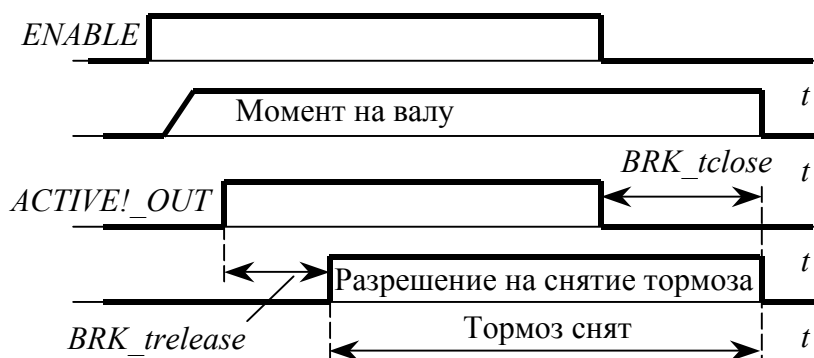
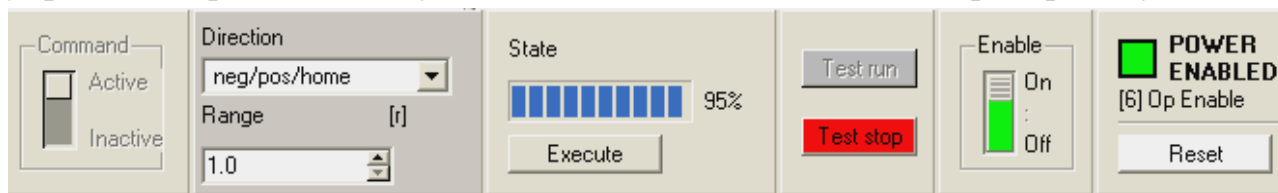

Рис. 4.3 Управление тормозом
Рис. 4.4 Панель управления *PowerSuite* в режиме автонастройки
На цифровом выходе *ACTIVE1\_OUT* появляется логическая единица, как только включается выходной каскад, и двигатель начинает формировать крутящий момент (рис. 4.3). По истечении настраиваемого времени задержки *BRK\_trelease* [*drC-btrE*] дается команда разрешения на снятие тормоза. После получения команды запрета на работу сервопреобразователя (*ENABLE* = 0) об-
можно активизировать как с помощью встроенного ЧМИ (все необходимые параметры расположены в меню *tun-*), так и из программы *PowerSuite* (на панели управления, рис. 4.4, доступной после подключения ПК к сервоприводу).
1) Направление вращения при автонастройке *AT\_dir* [*tun-dir*] (список *Direction* на рис. 4.4):
2) Путь перемещения при автонастройке *AT\_dismax* [*tun-diSt*] (поле *Range* на рис. 4.4).
В среде *PowerSuite* автонастройка запускается с панели управления (рис. 4.3), появляющейся после корректного установления связи программы с сервоприводом и выбора режима *Auto tuning* в меню *Command* окна конфигурации (рис. 4.6). Для активизации панели управления переключатель *Command* (рис. 4.4) следует перевести в положение *Activate*, а после появления диалогового окна нажать на клавиатуре *ALT+F*. Поскольку привод одновременно может находиться только в одном из режимов, после выбора одного из них меню *Command* становится недоступным. Некоторые параметры при вращающемся двигателе недоступны для изменения, поэтому настройку необходимых параметров следует производить до подачи разрешения (переключатель разрешения *Enable* должен быть в положении *Off*). После подачи разрешения (*Enable = on*) и нажатия на кнопку *Test run* привод готов к работе в выбранном рабочем режиме.
Процесс автонастройки начинается после нажатия на кнопку *Execute*, а степень его завершенности отображается в поле *State* (рис. 4.3). Выход из режима автонастройки производится нажатием на кнопку *Test stop*.